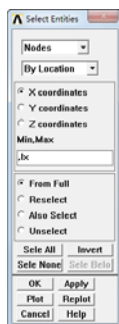

图 10-27 “Select Entities”对话框
①依次选择 Utility Menu→Select→Everything, 再依次选择 Utility Menu→Select→Entities, 会弹出“Select Entities”对话框, 如图 10-27 所示, 在第一个下拉框中选择“Nodes”, 在第二个下拉框中选择“By Location”, 在第三个单选框中选择“X coordinates”, 在“Min, Max”输入框中输入“, 1x”, 单击“OK”按钮关闭对话框。
②依次选择 Utility Menu→Select→Entities, 会弹出“Select Entities”对话框, 如图 10-27 所示, 在第一个下拉框中选择“Nodes”, 在第二个下拉框中选择“By Location”, 在第三个单选框中选择“Y coordinates”, 在“Min, Max”输入框中输入“0, 1y1”, 单击“OK”按钮关闭对话框。
③依次选择 Main Menu→Solution→Define Loads→Apply→Initial Condit'n→Define, 会弹出“Define Initial Conditions”对话框, 单击“Pick All”按钮, 会弹出“Define Intial
⑤依次选择 Utility Menu→Select→Entities，会弹出“Select Entities”对话框，如图 10-27 所示，在第一个下拉框中选择“Nodes”，在第二个下拉框中选择“By Location”，在第三个单选框中选择“X coordinates”，在“Min, Max”输入框中输入“1x”，单击“OK”按钮关闭对话框。
⑥依次选择 Utility Menu→Select→Entities，会弹出“Select Entities”对话框，如图 10-27 所示，在第一个下拉框中选择“Nodes”，在第二个下拉框中选择“By Location”，在第三个单选框中选择“Y coordinates”，在“Min, Max”输入框中输入“ly1+ly2, ly1+ly2+ly3”，单击“OK”按钮关闭对话框。